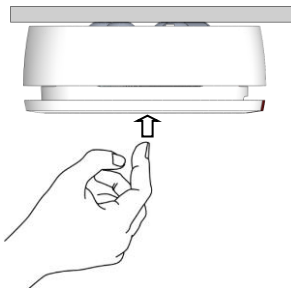

Figura 12
1. Presione la tapa hacia arriba con firmeza (*ver la Figura 12*). Si el detector funciona correctamente, se activará una alarma (*ver Indicadores visuales/auditivos*) y se enviará un mensaje de alerta al receptor del sistema.